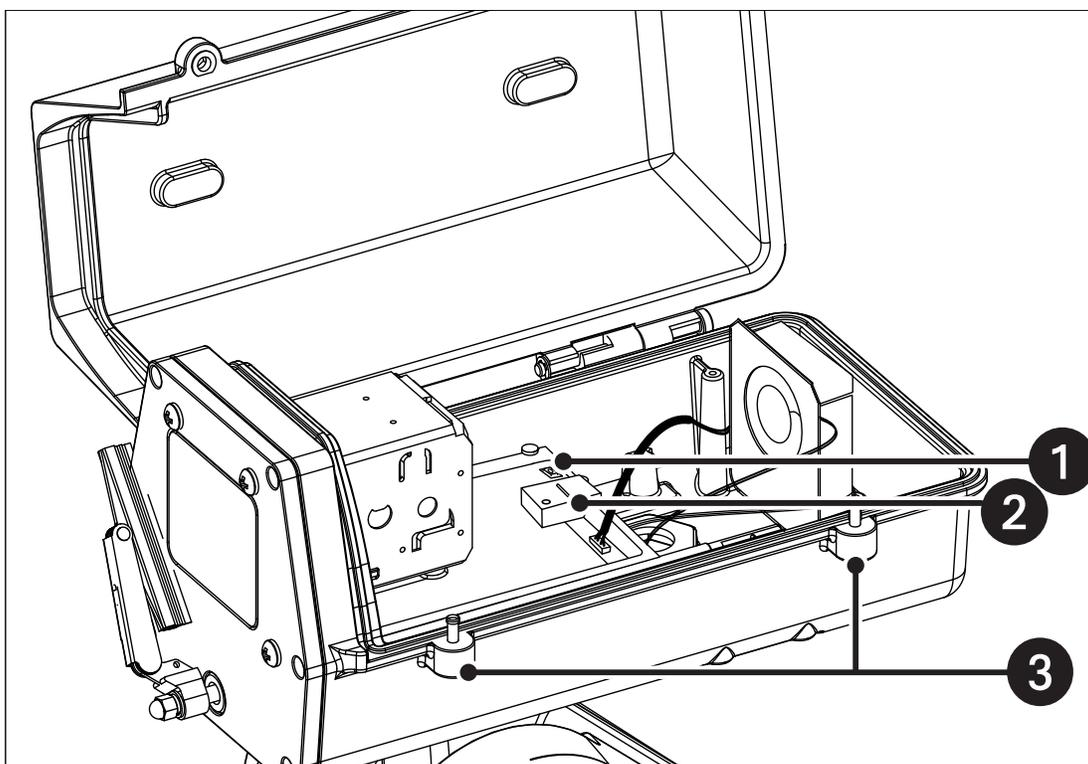

Figure 11. Installation de la carte SD
1. Dévissez les deux vis sur le caisson de la caméra (numéro 3 sur la figure 11) à l'aide d'un embout hexagonal de 5/32 pouce (non fourni) pour ouvrir le couvercle.
2. Insérez la carte SD dans le connecteur situé derrière la caméra (numéro 2 sur la figure 11) ou retirez-la (**REMARQUE :** orientation de la carte SD correspondant à l'étiquette sur le panneau.).